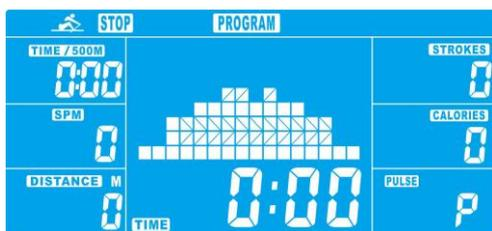

Figure4
- 5.2 Appuyer sur le bouton UP (augmenter) ou DOWN (diminuer) pour sélectionner le profil (P1~P12, figure 4) et appuyer sur ENTER pour confirmer.